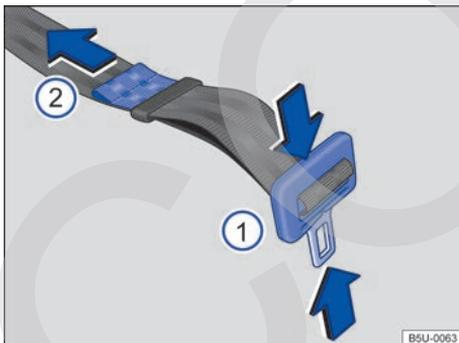

Fig. 53 Ajuste la banda del cinturón de seguridad subabdominal.
- Presione la lengüeta en el sentido de las flechas ⇒ **fig. 53 ①** y extienda totalmente el cinturón de seguridad.
- Apriete la lengüeta contra el cierre del cinturón de seguridad y tire del extremo ⇒ **fig. 53 ②** en el sentido de la flecha, hasta alcanzar una holgura máxima de 5 cm (3 dedos) en la zona pélvica.